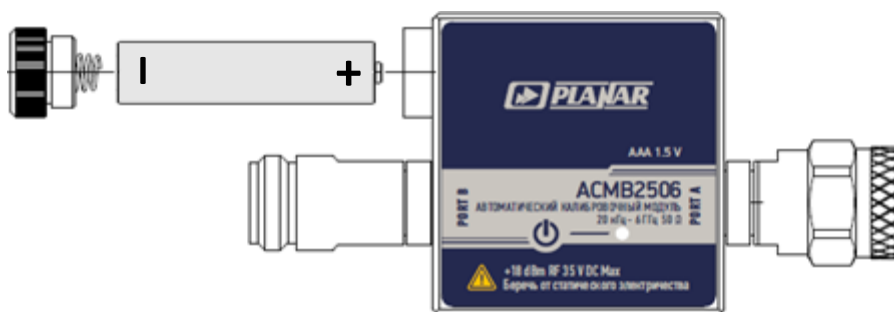

Рисунок 6.7 Замена элемента питания
- вставьте новую батарейку, соблюдая правильную полярность (см. рисунок 6.7);